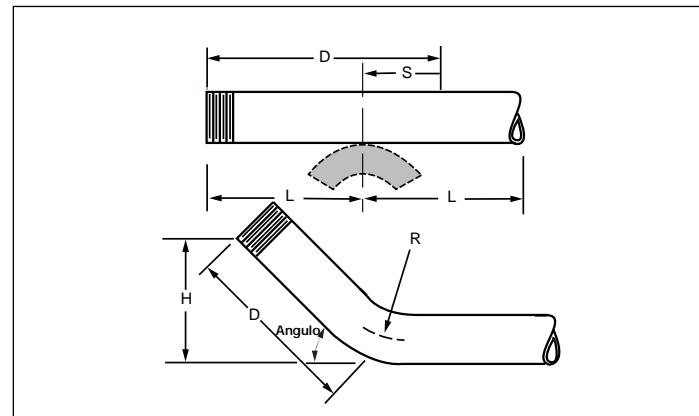

Figura 6
- Faça uma segunda marca (**S**) no tubo, conforme demonstrado na Figura 6.
A marca (B) não pode estar a uma distância da ponta do tubo menor do que a distância (L), ou a ponta do tubo não vai ficar presa no Bloco Guia (ver Figura 6, Exemplo 3 e Tabela 5 – item "L").